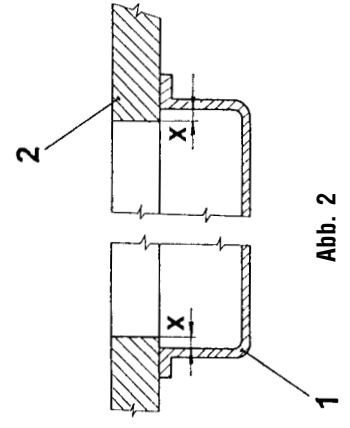
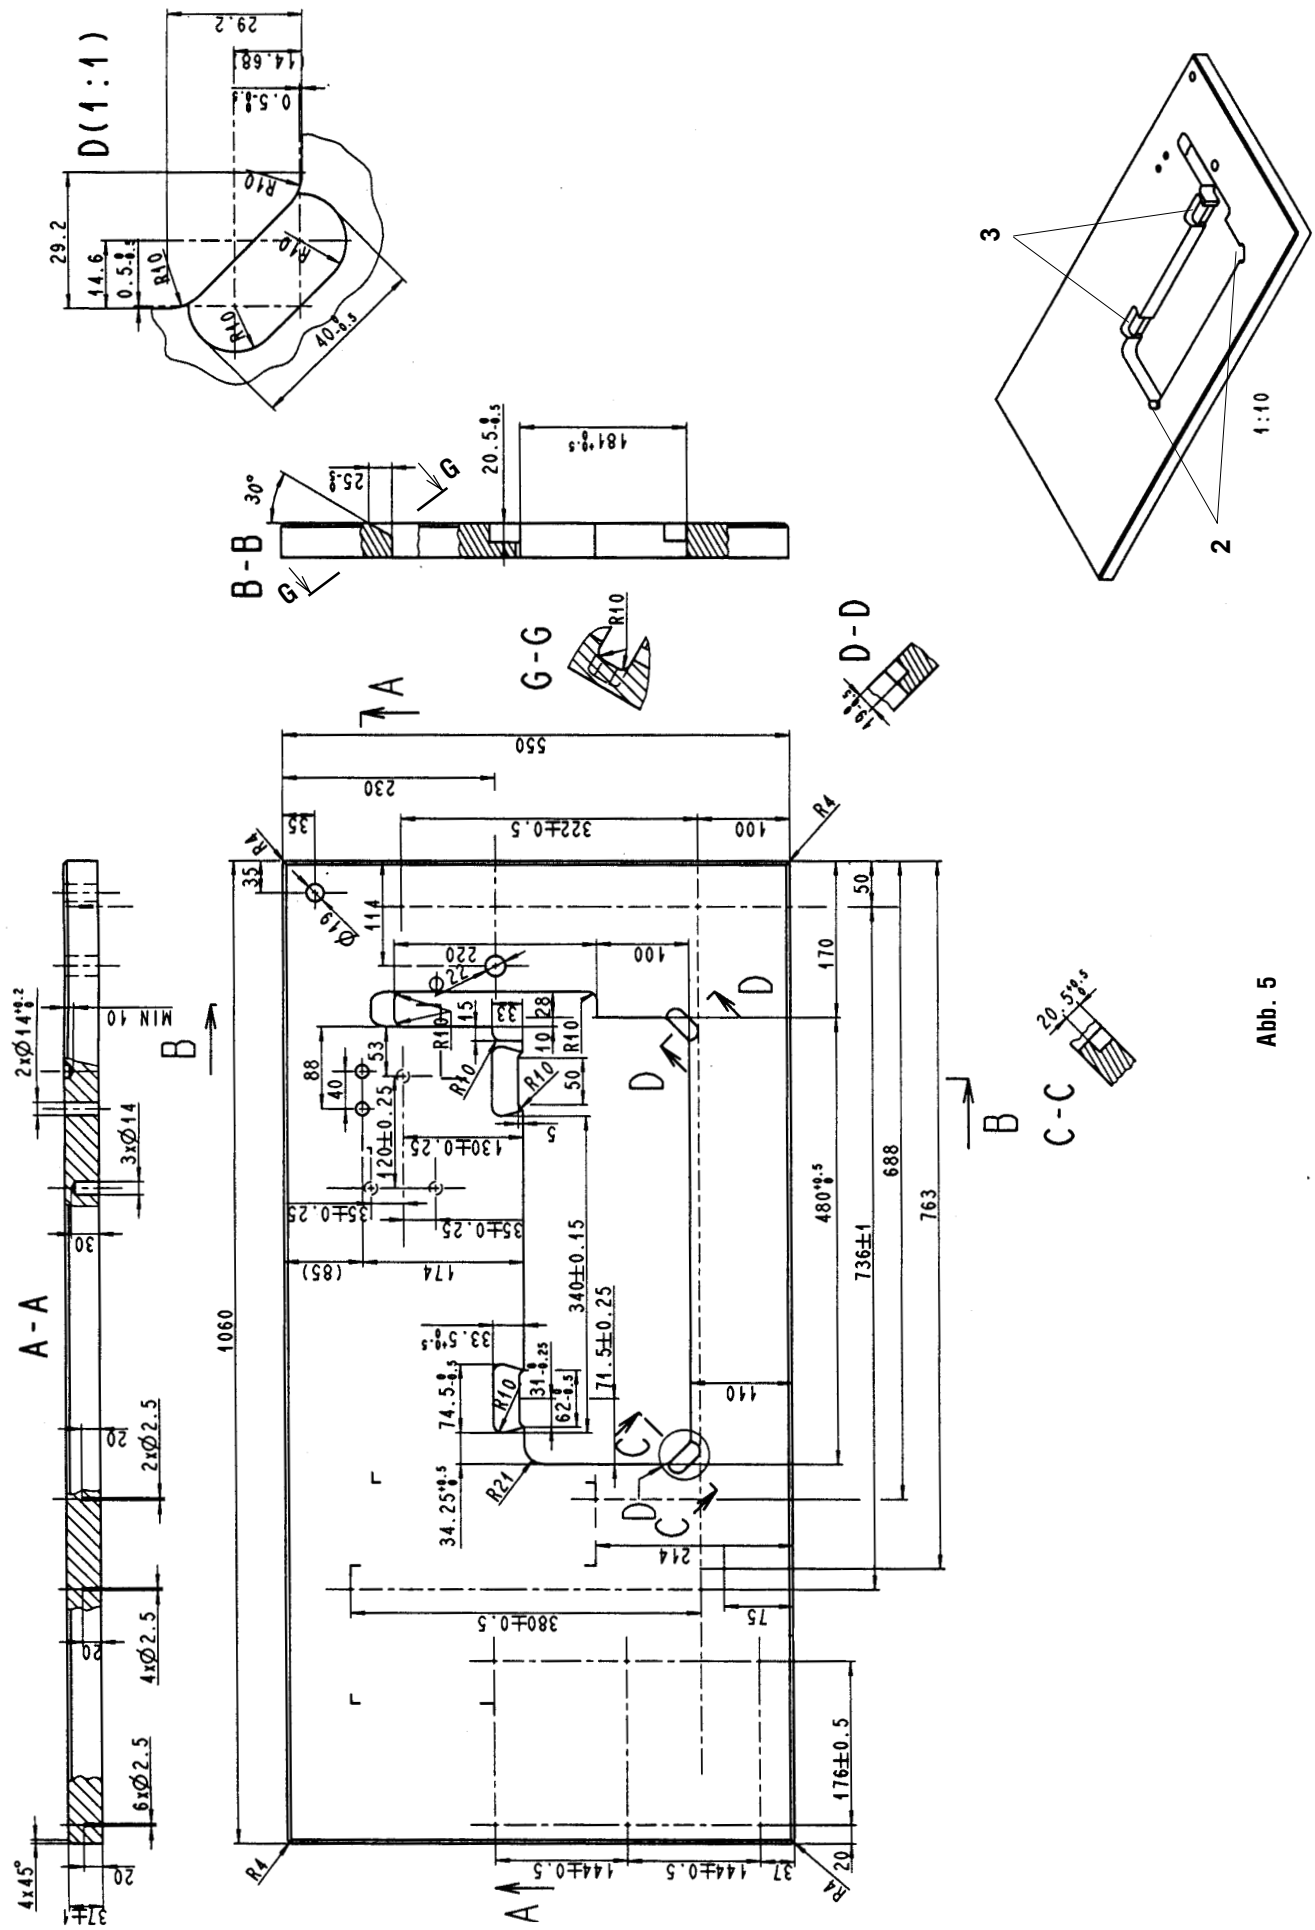

Abb. 2
Abb. 5
Für den Fall, daß der Kunde sich selbst seine eigene Gestellplatte sichern wird, ist ihre Zeichnung auf der Seite 4 angegeben (Abb. 5).
5.1 Komplettierung der Gestellplatte (Abb. 2, 3, 4, 5)
Die Gummieinlagen zur Lagerung des Maschinenkopfes in die Aussparung (2 und 3, Abb. 5) einlegen. Zur besseren Anfassung empfehlen wir die Einlagen aufzukleben. Bei der Montage der Wanne (1, Abb. 2) darauf achten, daß am ganzen Umfang der Wanne der Abstand "X" zwischen dem Wanneninneren und dem Umfang des Ausschnittes in der Gestellplatte (2) eingehalten wird.